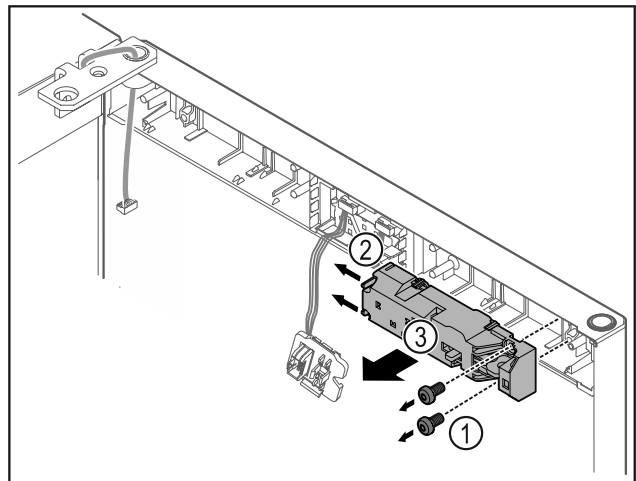

Fig. 23
- ▶ Αφαιρέστε τις βίδες Fig. 23 (1).
- ▶ Πιέστε τις προεξοχές ασφάλισης Fig. 23 (2) προς το πλάι και αφαιρέστε την τηλεχειριζόμενη κλειδαριά Fig. 23 (3).